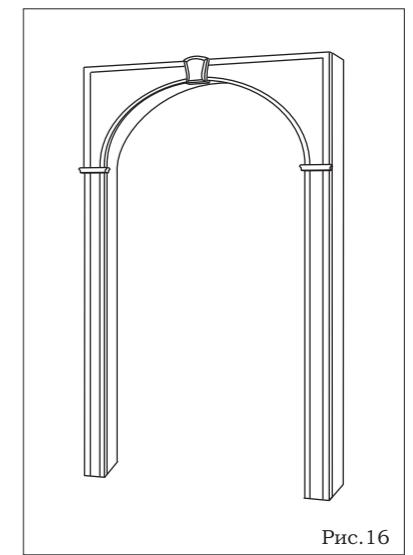

Рис.16
- З** Если Вы приобрели декоративные замки, то их необходимо приклепать на верх арочного элемента, чтобы они скрыли стык. Рис.16.